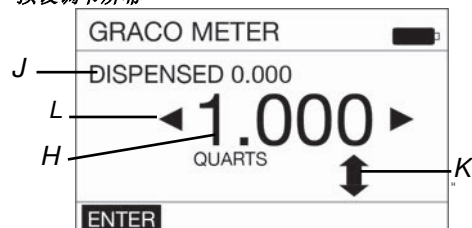

图 31
2. 如要激活 (A 图 31) 没有高亮显示，使用键盘上的向左或向右箭头按钮高亮显示激活 (图 31)，然后按键盘中央的 ENTER 按钮选择它。
- 预设 - 允许增加、减少或完全改变预设选择的流体量。会显示图 31 中所示的屏幕。有关更改预设的说明，请参见“功能命令 (C)/ 预设”，第 18 页。
- 重置 - 重置分配流体计数器 (D) 为 0.000。